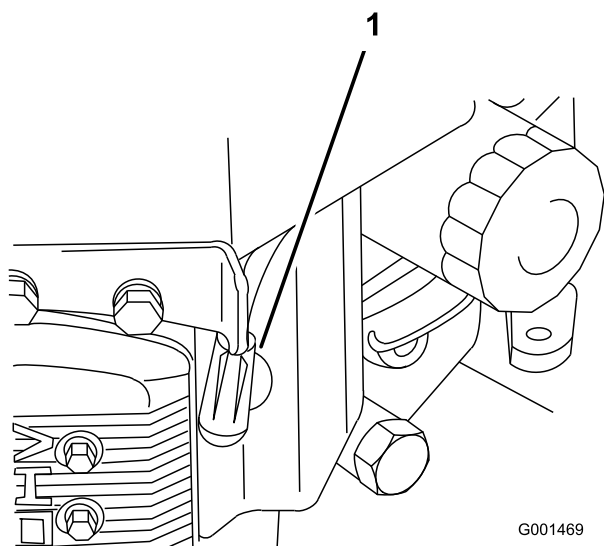

Figura 27
- Desconecte los cables de las bujías (Figura 27).